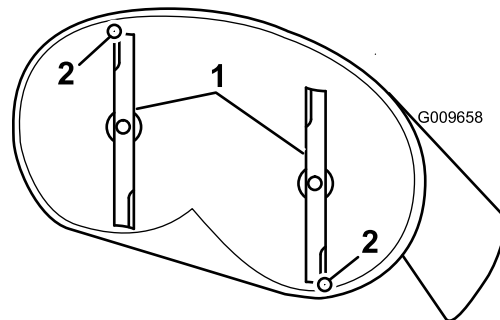
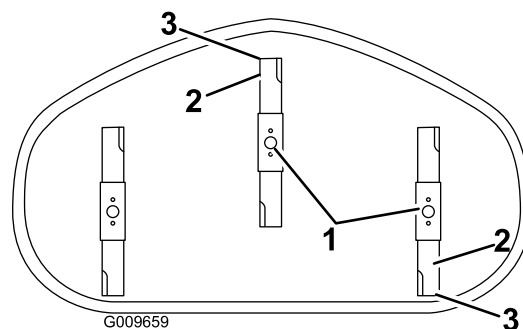

Figura 60
Figura 61
4. Gire cuidadosamente las cuchillas colocándolas en el sentido de avance de la máquina (Figura 60 y Figura 61).
5. Mida entre la punta de la cuchilla delantera y la superficie plana, y entre la punta de la cuchilla trasera y la superficie plana (Figura 60 y Figura 61).
9. Después de realizar el ajuste, compruebe de nuevo la inclinación longitudinal, y siga ajustando la tuerca hasta que la punta de la cuchilla delantera esté entre 1,6 y 7,9 mm más baja que la punta de la cuchilla trasera (Figura 60 y Figura 61).